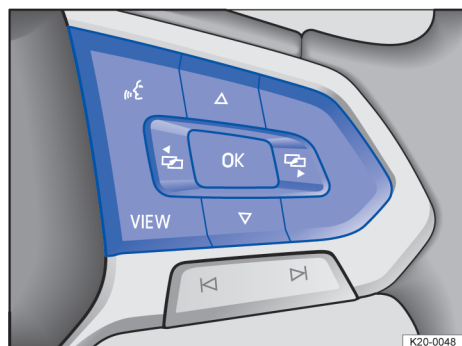

Fig. 13 Partea dreaptă a volanului multifuncțional: butoane pentru operarea meniurilor și a afișajelor informative din panoul de bord.
Atât timp cât este afișat un mesaj de avertizare de prioritate 1, nu pot fi apelate meniuri → pagina 19. Unele mesaje de avertizare pot fi confirmate, respectiv ascunse de la butonul **OK** → fig. 13 de pe volanul multifuncțional.
2. În cazul în care este afișat un mesaj sau pictograma autovehiculului, apăsați, după caz, de mai multe ori butonul **OK** → fig. 13.
3. Pentru afișarea meniurilor și pentru răsfoirea prin meniu, apăsați butonul  sau  → fig. 13.
4. Pentru a apela meniul afișat sau afișajul cu informații, apăsați butonul **OK** → fig. 13 sau așteptați până când meniul sau afișajul cu informații se deschide automat după câteva secunde.
1. În meniul afișat, apăsați butoanele săgeată  sau , până când se marchează opțiunea de meniu dorită → fig. 13.
2. Pentru a efectua modificările dorite, apăsați butonul **OK** → fig. 13.
1. Apăsați butonul  sau  → fig. 13.
— Pentru comutarea între meniul actual și cel anterior, apăsați butonul **VIEW** → fig. 13, → pagina 25.